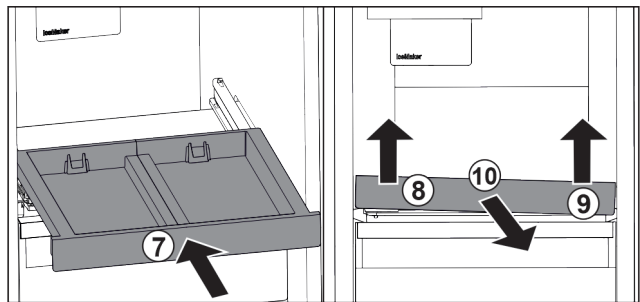

Fig. 35
- ▶ Rentrer le compartiment coulissant. *Fig. 35 (7)*
- ▶ Soulever le compartiment coulissant au niveau de la partie avant gauche. *Fig. 35 (8)*
- ▶ Soulever le compartiment coulissant au niveau de la partie avant droite. *Fig. 35 (9)*
- ▶ Retirer le compartiment coulissant par l'avant. *Fig. 35 (10)*